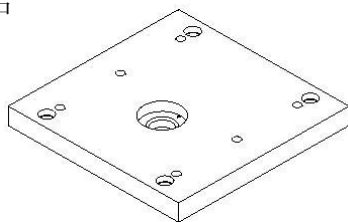

图7-121
3. 选择定模固定板，单击 **MB3**，在弹出的快捷菜单中选择【转为显示部件】选项，如图 7-121 所示。